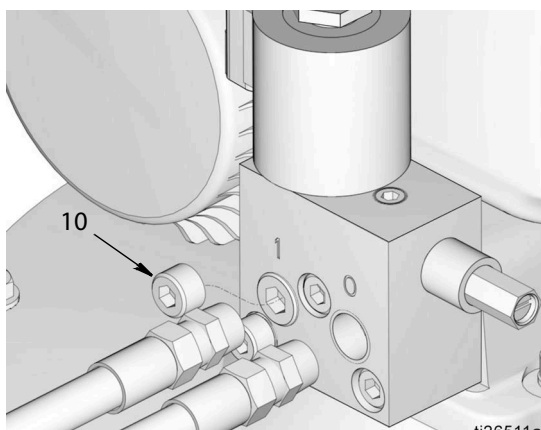

Рис. 6
9. Подсоедините трубку подачи смазки к выходному отверстию воздуховыпускного клапана с отметкой 0 (Рис. 6).
10. Во входное отверстие с отметкой 1 (Рис. 6) установите один из следующих компонентов:
- заглушку (10);